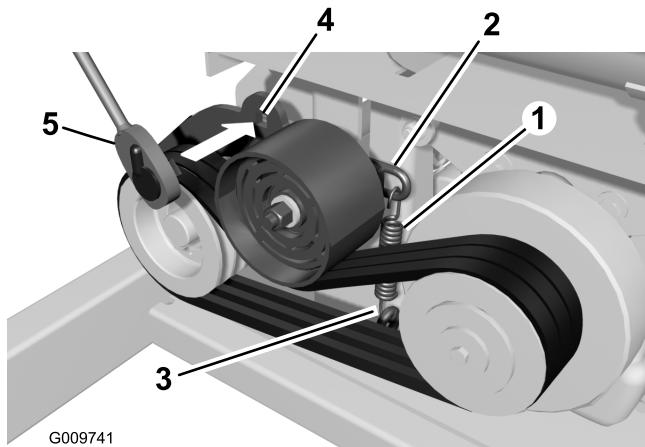
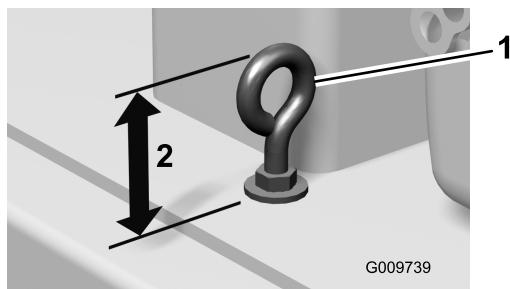

Figura 55
Figura 58
2. Controllate le condizioni della cinghia (Figura 55).
- Per allentare la tensione della cinghia, inserite una chiave a tubo nel foro quadrato nel braccio tendicinghia e ruotate la chiave verso l'alto (Figura 55).
- Per aumentare la tensione della molla aumentando anche la tensione della cinghia, accorciate l'altezza del bullone ad occhio allentando il dado del bullone ad occhio superiore e serrando il dado inferiore (Figura 55 & Figura 58).